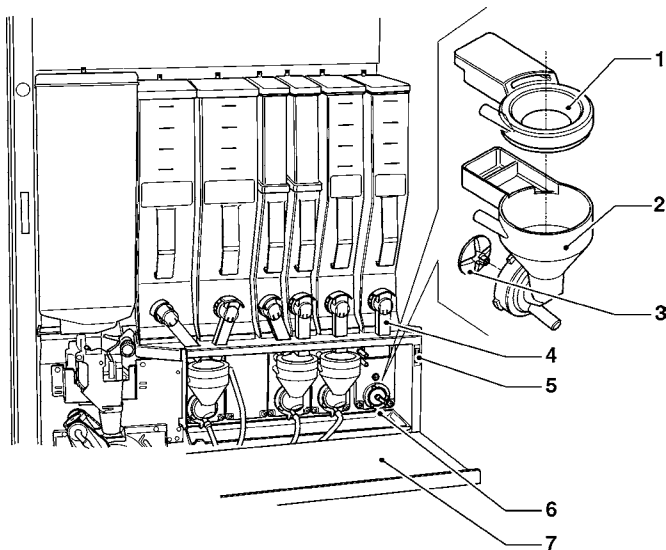

Fig. 10
- asportare (vedi fig. 10) dai mixer gli imbuti delle polveri, i convogliatori acqua, gli imbuti deposito polvere e le ventoline dei motofrullatori;